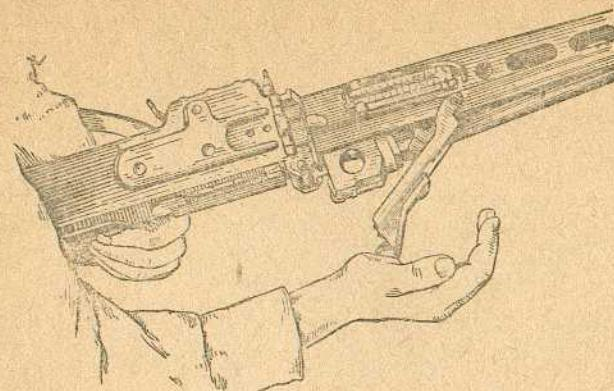

Рис. 11. Как отделить ствол от кожуха
1. Отделить ствол от кожуха (рис. 11), для чего: отвести затвор в заднее положение и поставить его на предохранитель, затем, удерживая пулемёт левой рукой за пистолетную рукоятку, ладонью правой руки нажать на защёлку дверцы короба вперёд, отвести дверцу вправо и вынуть ствол назад.
### Замена нагретого стрельбой ствола (рис. 11)